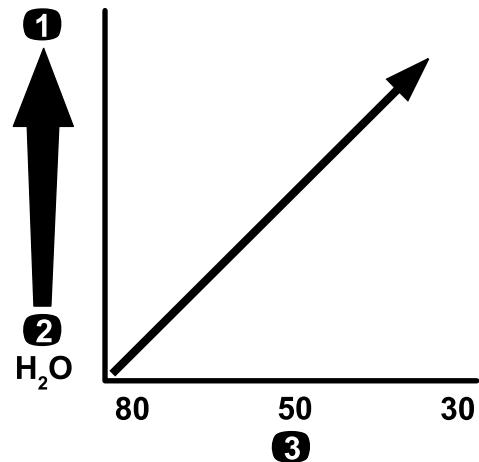

Рисунок 90
**Внимание:** При распылении химикатов с более высокой вязкостью (более плотных) или растворов со смачивающимися порошками может потребоваться применение более грубого сетчатого фильтра линии для приобретаемого отдельно фильтра линии всасывания; см. Рисунок 90.